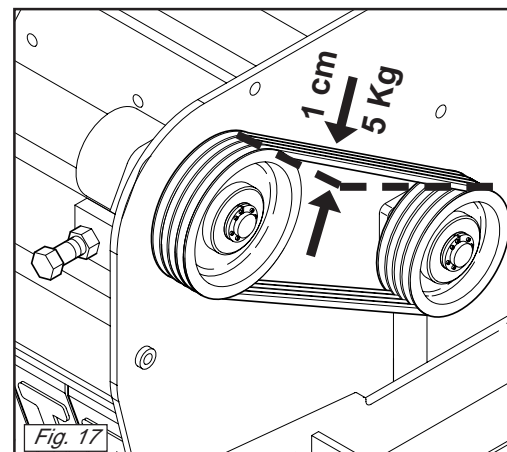
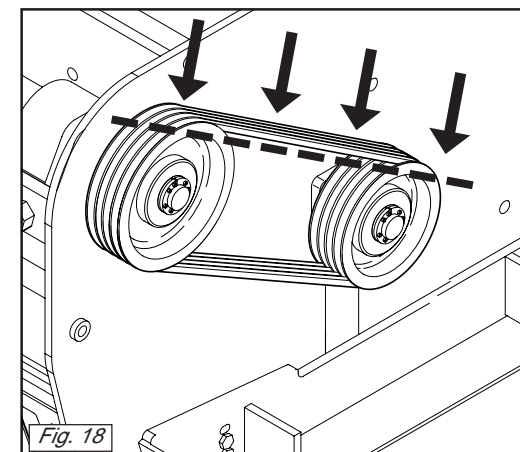

Fig. 17
Fig. 18
- Allungamento permesso 1 cm con una forza applicata di 5 Kg (Fig. 17).
- A cinghie tensionate controllare l'allineamento delle pulegge (Fig. 18).
- *1 cm tolerated elongation with a 5 kg force applied (Fig. 17).*
- *Check the pulley alignment (Fig. 18) once the belts have been tightened.*
- Zulässige Verlängerung 1 cm mit angelegter Kraft von 5 kg (Abb. 17).
- Wenn die Riemen richtig gespannt sind, prüfen, daß die Riemenscheiben gut ausgerichtet sind (Abb. 18).
- *Allongement admis 1 cm avec une force appliquée de 5 kg (Fig. 17).*
- *Une fois les courroies tendues, contrôler l'alignement des poulies (Fig. 18);*
- Alargamiento permitido 1 cm con una fuerza aplicada de 5 Kg (Fig. 17).
- Con las correas tensas, controlar la alineación de las poleas (Fig. 18).
Premere sulla cinghia, nella zona centrale fra le due pulegge, con una forza di 5 Kg, la forza deve provocare una deformazione sulla singola cinghia di 1 cm (Fig. 17).
È consigliabile a tal proposito, munirsi di una riga metallica di lunghezza adeguata, e appoggiandola sui bordi delle due puleggie (vedere linea tratteggiata Fig. 18), la stessa deve toccare tutti e quattro i bordi delle pulegge stesse.
*Press on the middle part of the belt between the two pulleys with a 5 Kg force. Each belt should give 1 cm (Fig. 17).*
*In this respect we recommend placing an adequately long metallic ruler on the edges of the two pulleys (see broken line Fig. 18).*
Im mittleren Abschnitt zwischen den beiden Riemenscheiben mit einer Kraft von 5 kg auf den Riemen drücken. Der einzelnen Riemen muß sich um 1 cm eindrücken lassen (Abb. 17). Es empfiehlt sich daher, einen Metallstab von geeigneter Länge auf die Ränder der beiden Scheiben aufzulegen (siehe Strichlinie Abb. 18), wobei dieser den Umfang der Scheiben an jeweils zwei Punkten berühren muß.
*Appuyer sur la courroie, dans la zone centrale entre les deux poulies, en exerçant une force de 5 kg. La force exercée doit provoquer une déformation sur la courroie concernée de 1 cm (Fig. 17). A ce sujet, il est conseillé de se munir d'une règle en métal ayant une longueur appropriée. En la posant sur les bords des deux poulies (voir ligne en pointillé Fig. 18), cette règle doit toucher les quatre bords des poulies.*
La fuerza debe provocar una deformación de 1 cm (Fig.17) en cada correa. Para tal fin, es aconsejable utilizar una regla metálica con una longitud adecuada y apoyarla sobre los bordes de las dos poleas (véase línea punteada Fig. 18), la misma tiene que tocar los cuatro bordes de las poleas.